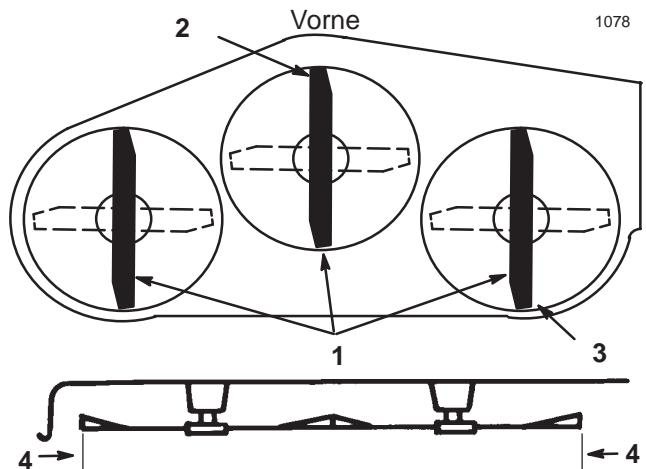

Abbildung 15
4. Die Schnittmesser vorsichtig so drehen, daß sie nach vorne und hinten zeigen (Abb. 15).
5. Den Abstand zwischen der Spitze des vorderen Messers (Abb. 15) und der Spitze des hinteren Messers zur ebenen Oberfläche messen. Wenn die vordere Messerspitze nicht 0–9,5 mm (0–3/8") tiefer liegt als die hintere Messerspitze, müssen die vorderen Justiergelenke eingestellt werden.